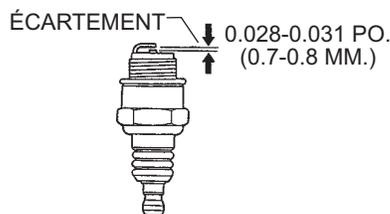

Figure 19. Écartement des électrodes de bougie
- Retirer et nettoyer la bougie d'allumage (figure 19), puis régler l'écartement des électrodes à 0,6 - 0,7 mm (0,028 - 0,031 po). La machine est dotée d'un système d'allumage électronique qui ne nécessite aucun réglage.